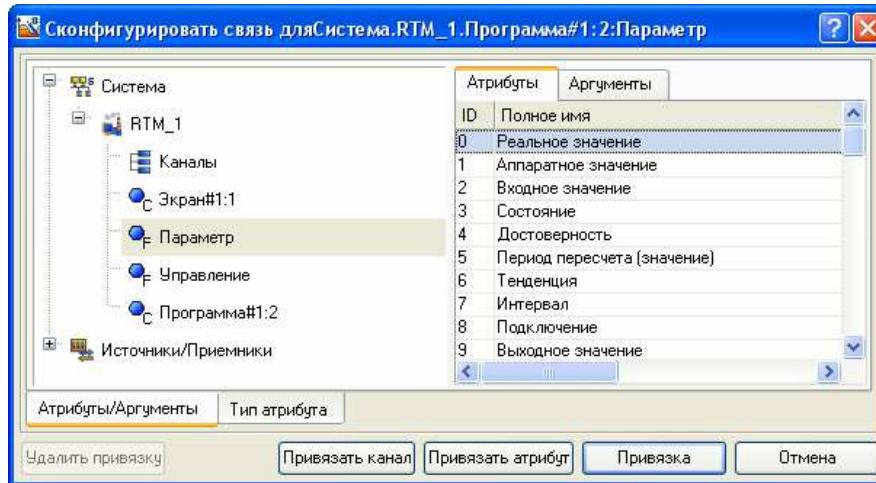

Рис. 5.11
5.4.4.3. Подвійним натисненням в полі **Прив'язка** зв'язати аргументи програми з атрибутами каналів – аргумент **Параметр** до реального значення каналу **Параметр**, аргумент **Управління** до реального значення каналу **Управління** (рис. 5.11).